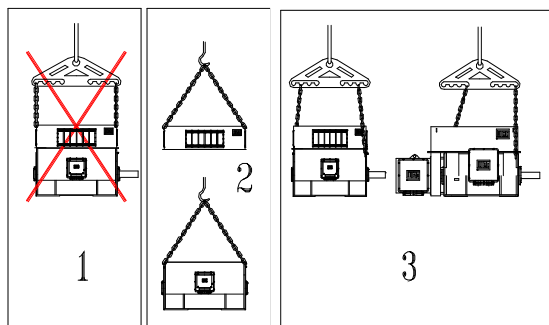

Figura 3.1: Manipulación de motores
- La manipulación del motor debe ser hecha conforme es indicado en las posiciones 2 y 3 de la Figura 3.1;
- En caso de que el centro de gravedad no esté perfectamente en el centro de los cáncamos de suspensión, utilizar una de las formas mostradas en el ítem 3 de la Figura 3.1.